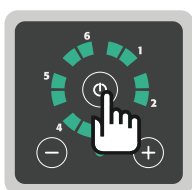

Fig. 10: Ovládacie tlačidlo ZAP/VYP
- 8. Stlačte ovládacie tlačidlo „ZAP/VYP“ na ovládacom paneli (Fig. 10).